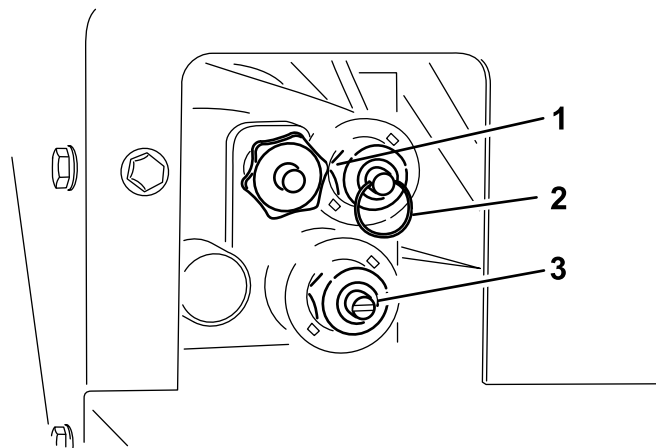

Figura 26
L'accesso di bypass si trova sul lato guidatore del circuito idraulico (Figura 26).
- Per sollevare la tramoggia (Figura 26), inserite l'anello sullo stelo della valvola.
- Per abbassare la tramoggia (Figura 26), estraete l'anello sullo stelo della valvola.
- Per regolare la velocità dello spargitore (Figura 26), con un cacciavite a testa piatta girate il dispositivo in senso orario per aumentarla e in senso antiorario per diminuirla.
- Per regolare la velocità del piano (Figura 26), girate la manopola in senso orario. Nel Sistema di funzionamento con codici colore viene usata la velocità del piano massima così che questa regolazione possa essere eseguita in assenza di flusso idraulico. Questo è particolarmente importante quando la tramoggia è piena di sabbia.